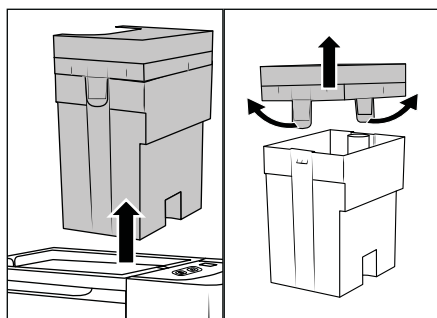

Abb. 7
- ◆ Fassen Sie den Schmutzwasserbehälter 7  am Griff des Deckels 3 und ziehen Sie ihn nach oben aus dem Gerät (siehe Abb. 7).
- ◆ Ziehen Sie die beiden Haltelaschen leicht nach außen und nehmen Sie den Deckel **3** ab (siehe Abb. 7).